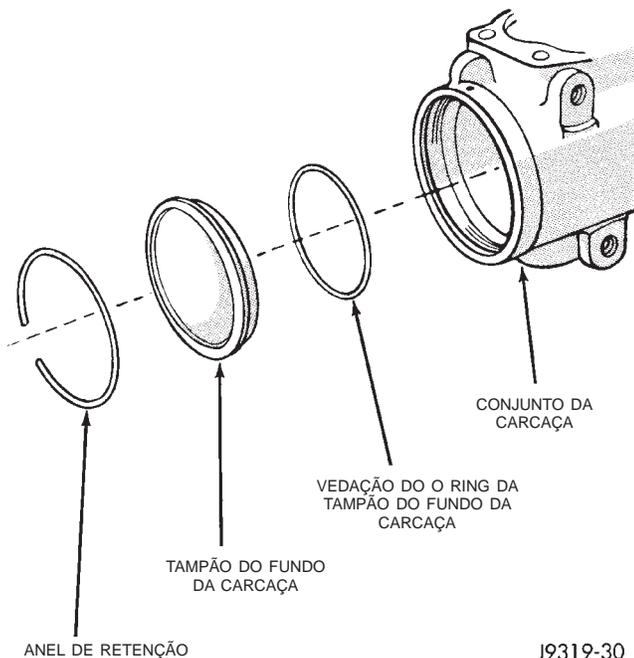

Fig. 4 Componentes do Tampão do Fundo
- (3) Remova o O ring da carcaça (Fig. 4).